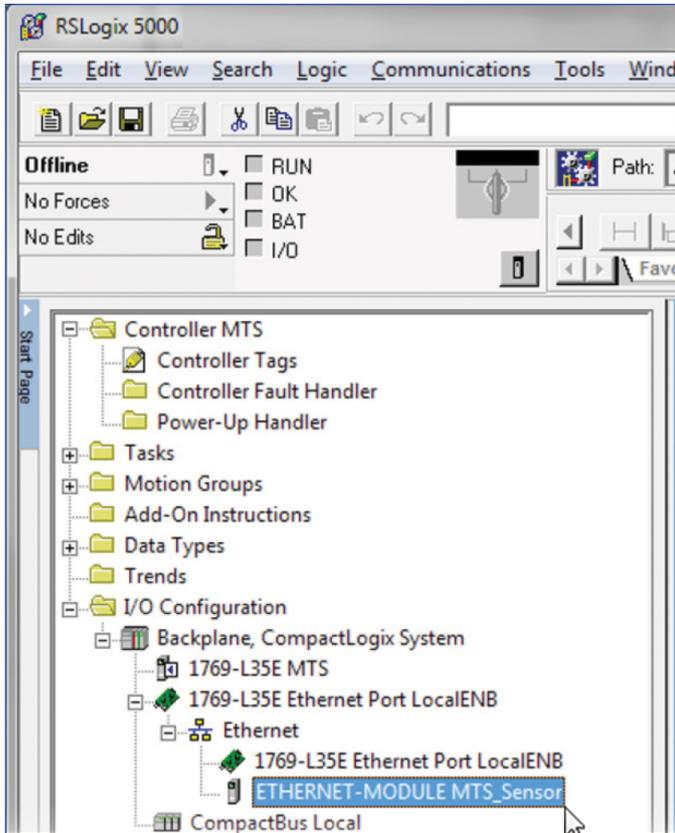

Abb. 105: Sensor wurde zu Verzeichnisbaum hinzugefügt
6. Der Sensor ist mit der Bezeichnung „ETHERNET-MODULE xxx“ im Verzeichnisbaum unter „I/O Configuration“ Ihrem Netzwerk hinzugefügt. xxx steht dabei für den Namen, den Sie im Fenster „New Module“ eingetragen haben, z.B. „MTS_Sensor“ (Abb. 105).